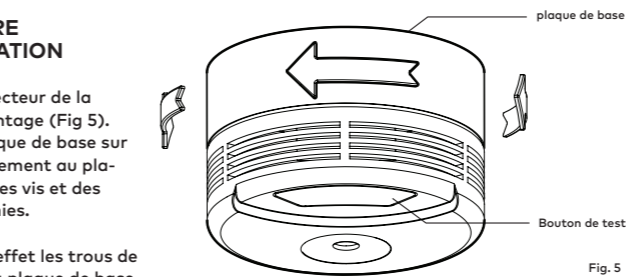

Fig. 5
Retirez le détecteur de la plaque de montage (Fig 5). Montez la plaque de base sur le bon emplacement au plafond à l'aide des vis et des chevilles fournies.
- Retirez le détecteur de la plaque de base et retournez-le (voir Fig. 5)